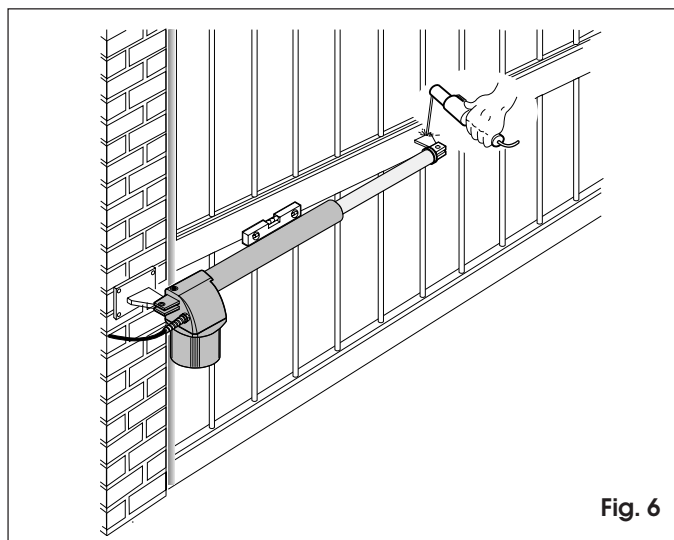

Fig. 6
- 8) Fermer le vantail et, tout en maintenant l'opérateur parfaitement horizontal, tracer sur le vantail l'emplacement de la patte d'attache avant (fig. 6).